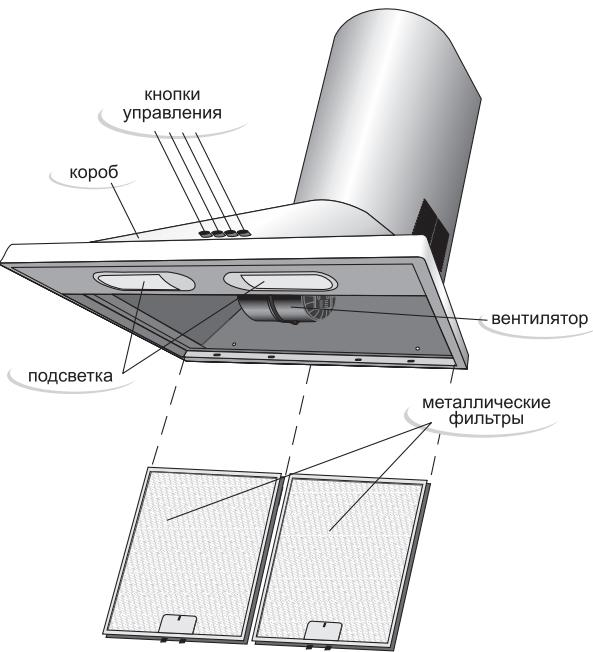
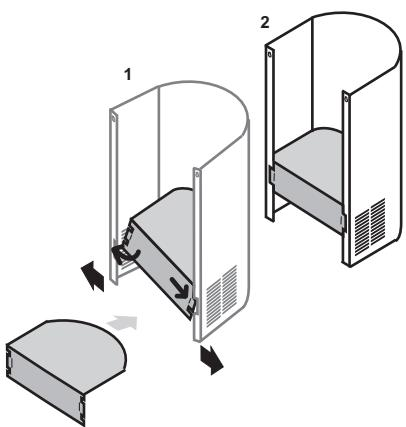
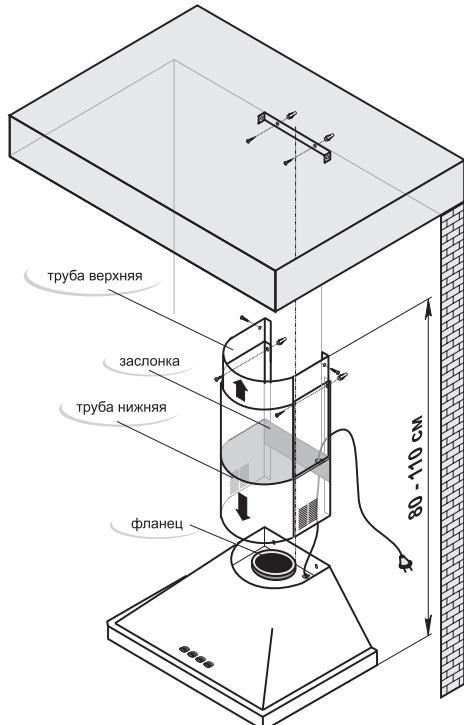

Рис. 1
Рис. 2
Рис. 5
- 5.1 Внутри короба воздухоочистителя (рис.1) располагаются вентилятор и узел подсветки. Снизу короб закрывается металлическим фильтром. На передней поверхности короба расположены кнопки управления работой воздухоочистителя. В верхней полости короба воздухоочистителя (рис.5) находится фланец для отвода очищенного воздуха. Для работы воздухоочистителя в циркуляционном режиме установите заслонку, для чего разведите в стороны боковые плоскости нижней декоративной трубы и поочередно вставьте проушины заслонки в пазы на задних полках (рис.2).
ВНИМАНИЕ: МИНИМАЛЬНОЕ РАССТОЯНИЕ МЕЖДУ ПЛОСКОСТЬЮ УСТАНОВКИ ПОСУДЫ НА ПЛИТУ (НАГРЕВАТЕЛЬНОЙ ПОВЕРХНОСТЬЮ) И ВОЗДУХООЧИСТИТЕЛЕМ ДОЛЖНО БЫТЬ 75 СМ. ВОЗДУХООЧИСТИТЕЛЬ КРЕПИТЬ НА РОВНУЮ ПОВЕРХНОСТЬ (РИС.5)!